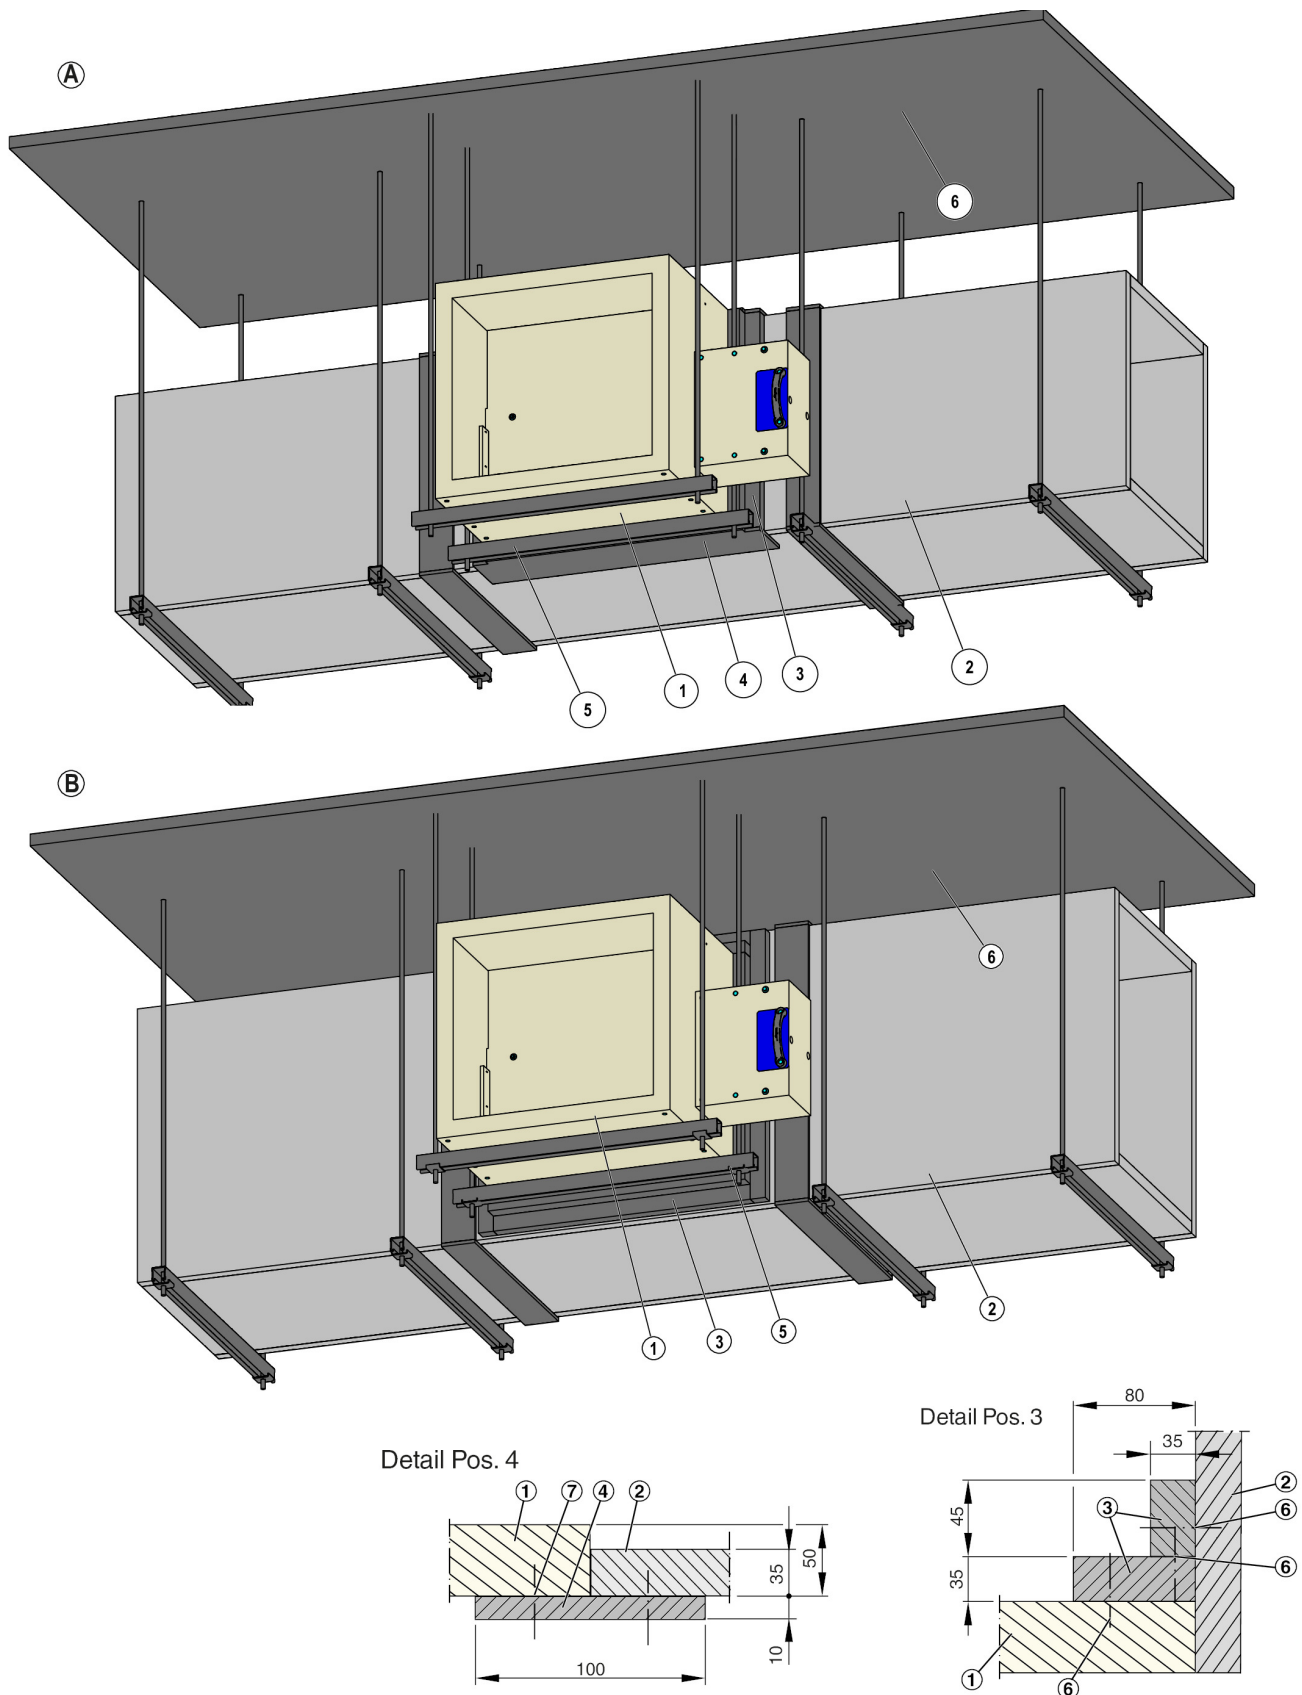

Abb. 21: Einbau an horizontalen feuerwiderstandsfähigen Entrauchungsleitungen, Klassifizierungsindex: v_{ed}
3. ▶ Riegel (Abb. 21 /3) zwischen feuerwiderstandsfähiger Entrauchungsleitung und Entrauchungsklappe herstellen. Dazu die Riegel an den Stossstellen, an der Entrauchungsleitung und an der Entrauchungsklappe verkleben und mit Stahldrahtklammern, Abstand $\leq 150 \text{ mm}$, verbinden.